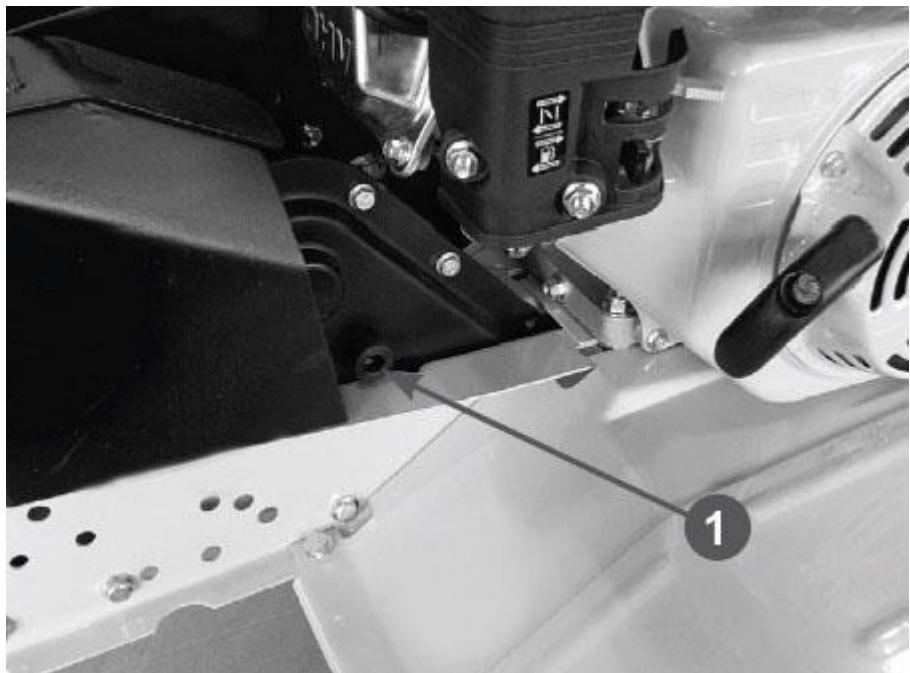

Рис. 25 Расположение пробки отверстия
2. Извлеките из корпуса редуктора пробку поз.1 (Рис. 25).